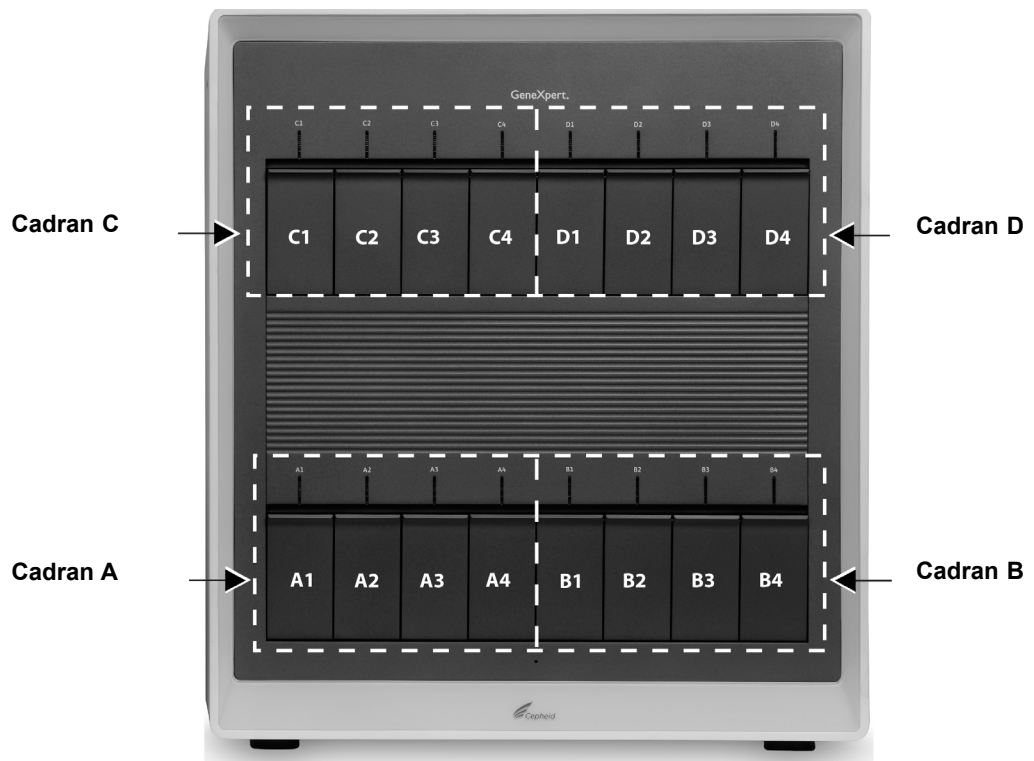
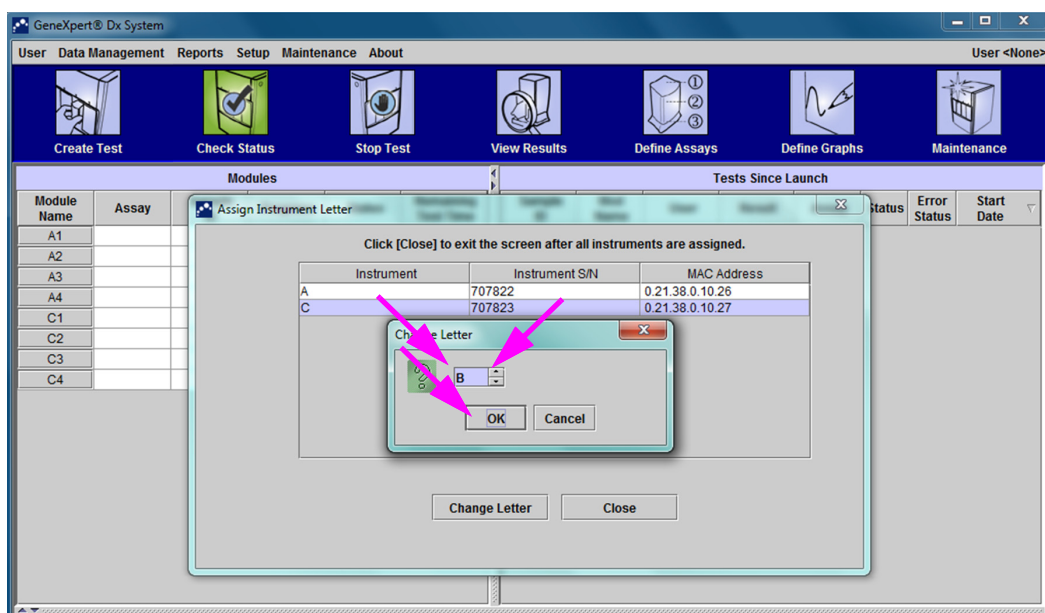

Figura 2-62. Literele alocate cadranului (se afișează GX-XVI)
Figura 2-68. Fereastra sistemului GeneXpert Dx cu caseta de dialog Modificare literă suprapusă
Software-ul GeneXpert Dx alocă automat o literă (A, B, C sau D) pentru a identifica fiecare cadran al instrumentului GeneXpert GX-XVI conectat la computer. Figura 2-62 arată modul în care fiecare cadran al GX-XVI este văzut de sistem.
Apare caseta de dialog Modificare literă (Change Letter), așa cum se arată în Figura 2-68. Selectați litera care va fi atribuită modulului (modulelor) utilizând săgețile sus și jos din caseta de dialog Modificare literă (Change Letter). Selectați litera care corespunde cadranului definit de cele patru module care luminează intermitent. De exemplu, dacă setul de module din dreapta jos (Cadranul B din Figura 2-62) luminează intermitent, selectați **B** ca literă nouă.
5. După modificarea literei alocate, faceți clic pe **OK**. Consultați Figura 2-68.